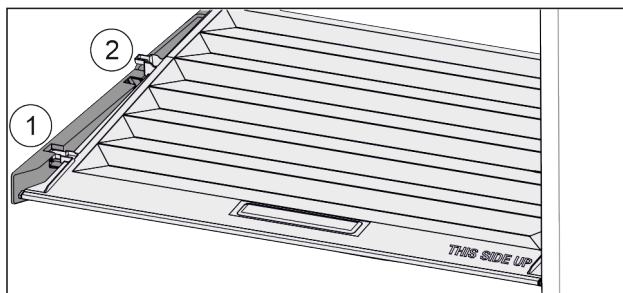

Fig. 25
- ▶ Vytáhněte víko dopředu až k otvoru v přídržných dílech *Fig. 25 (1)*.
- ▶ Vzádu zespolu nadzvedněte a vyjměte směrem nahoru *Fig. 25 (2)*.